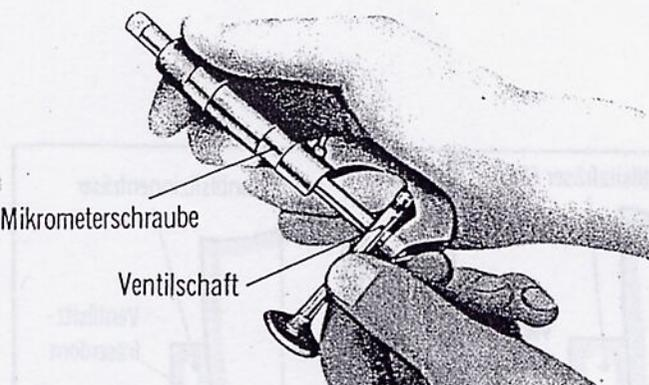

Abbildung 22
4. Messung des Ventilschaftdurchmessers. Den Ventilschaftdurchmesser mit einer Mikrometerschraube messen. (Abbildung 22)